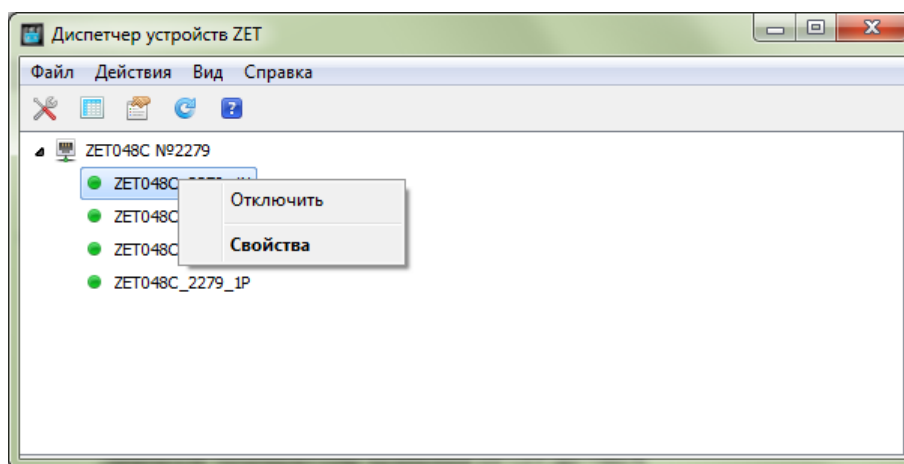

Рис. 2.12 Программа «Диспетчер устройств»
2. На панели ZETLAB в меню «СЕРВИСНЫЕ» выбрать программу «Диспетчер устройств». Щелчком правой кнопки мыши по наименованию измерительного канала регистратора вызвать контекстное меню и зайти в меню «Свойства» (Рис. 2.12).